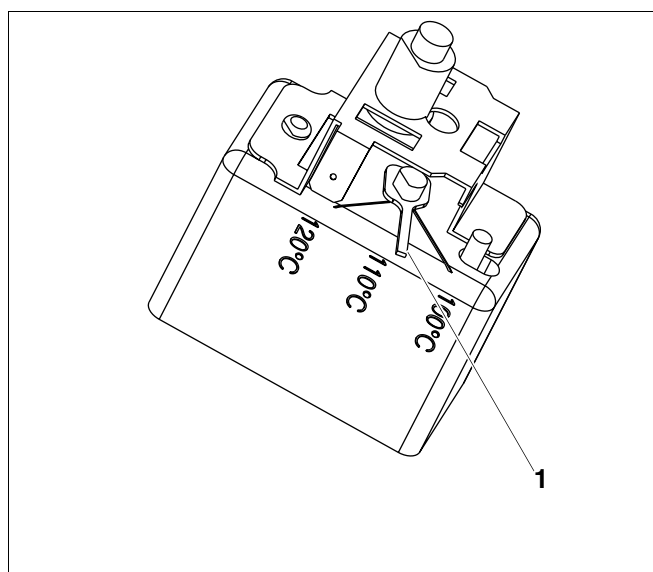

Fig. 4 Variante B
2.2.2 Fig. 4 Variante B
- Posizionare la leva di taratura (fig. 4, **pos. 1**) sul valore desiderato di temperatura.